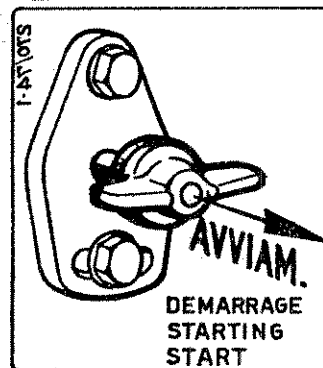

Fig. 5 - AVVIAMENTO
**SUPPLEMENTO COMBUSTIBILE.** — In corrispondenza della forcella di regolazione portata combustibile è sistemata un'astina scorrevole che ne limita la corsa. Mediante una maniglia esterna l'astina può scorrere in fuori per consentire la corsa completa della forcella; ciò serve ad aumentare la portata della pompa iniezione per facilitare l'avviamento. A motore avviato i primi spostamenti della forcella consentono all'astina di rientrare in posizione di marcia (Fig. 5).
Dare il supplemento combustibile (tirando in fuori la maniglia 14) senza girare, come indicato nella Fig. 5). Contemporaneamente portare il comando acceleratore in una posizione intermedia (leggermente accelerato).
- a) Dare il supplemento combustibile (tirando in fuori la maniglia 14) senza girare, come indicato nella Fig. 5).
- Dare il supplemento combustibile (tirando in fuori la maniglia fig. 5).